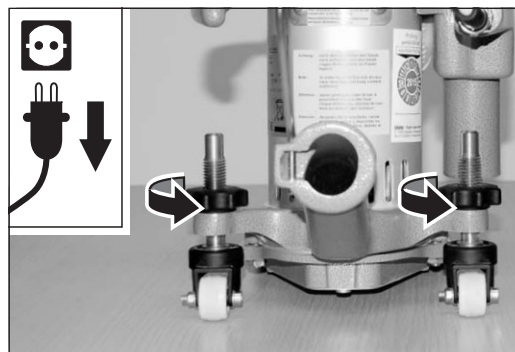

Abb. 72 Die Kontermuttern der Lenkrollen lösen.
2 Lösen Sie die Kontermuttern der Lenkrollen (Abb. 72). Wenn die Kontermuttern zu fest angezogen sind, können Sie mit einem Torxschlüssel (T 25) die Lenkrollenachsen gegen den Uhrzeigersinn drehen und somit die Kontermuttern lösen.
- Entfernen Sie die Kontermutter der Lenkrolle (Abb. 72).